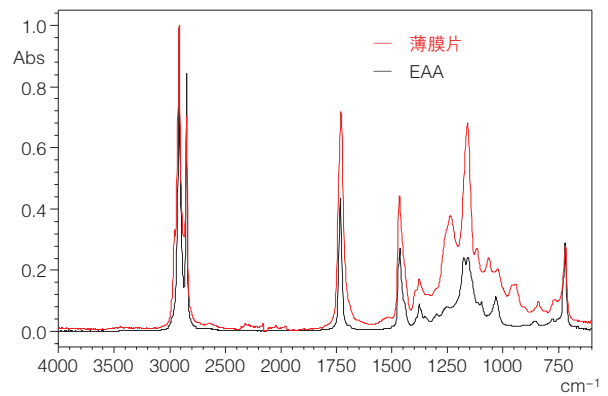
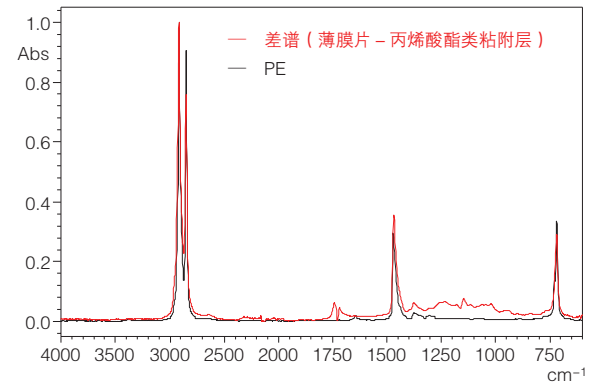

图 4 薄膜片的 ATR 光谱和检索结果: FTIR
图 5 差光谱和检索结果: FTIR
将直径约 0.3 mm 的聚乙烯 (PE) 薄膜片固定在 EDXIR-Holder 上进行测量, 得到的 ATR 光谱和谱库的检索结果如图 4 所示。排在第一位的检索结果为乙烯-丙烯酸共聚物 (EAA), 显然是错误的。于是, 我们求得薄膜片和丙烯酸酯类粘附层的差谱并再次进行谱库检索。如图 5 所示, 搜索结果为 PE, 与样品的实际材质相符。这个例子表明, 在分析易受到丙烯酸酯类粘附层影响的微小样品时需格外注意。